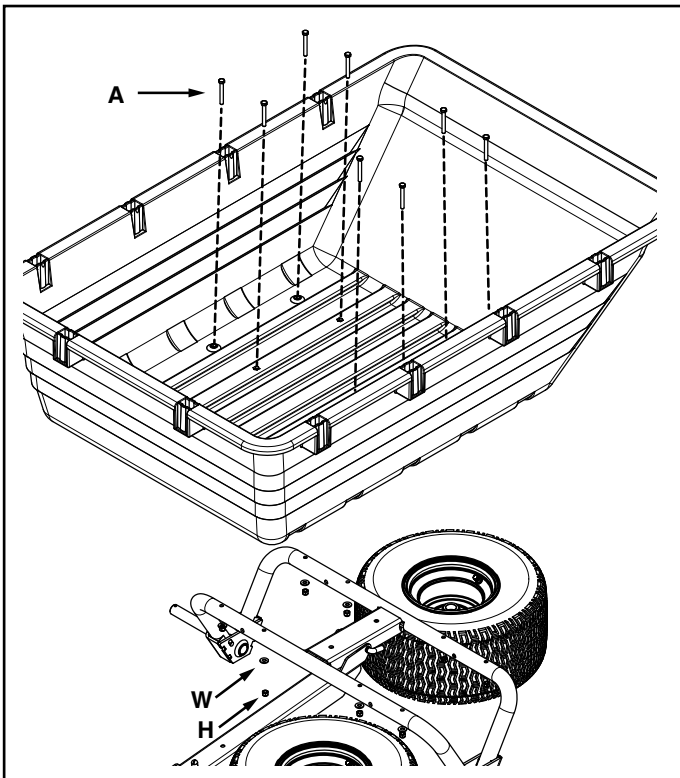
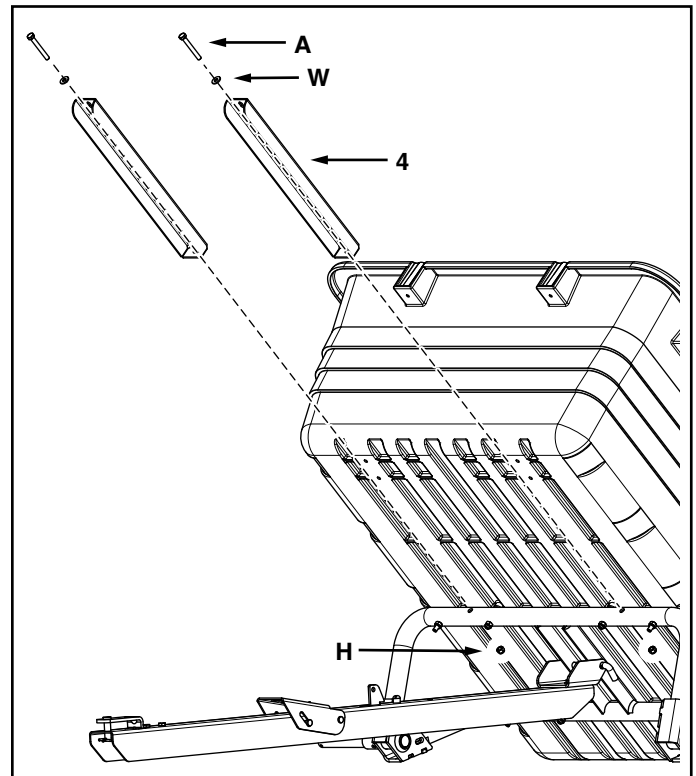

FIGURE 9
FIGURE 10
STEP 9: (SEE FIGURE 9)
1. Attach the poly tray to the wheel support using eight 5/16" x 2-1/2" hex bolts (A), 5/16" washers (W), and 5/16" nylock nuts (H).
STEP 10: (SEE FIGURE 10)
1. Position the poly tray as shown in figure 10. Attach the wheel support braces (4) to the wheel support using two 5/16" x 2-1/2" hex bolts (A), 5/16" washers (W), and 5/16" nylock nuts (H). Hand tighten.
ÉTAPE 9 : (VOIR FIGURE 9)
1. Attacher la benne en plastique au support de roues avec huit vis à tête hexagonale de 5/16 po x 2-1/2 po (A) des rondelles de 5/16 po (W) et des écrous-freins de 5/16 po (H).
ÉTAPE 10 : (VOIR FIGURE 10)
1. Placer la benne en plastique comme indiqué à la Figure 10. Attacher les renforts de support de roues (4) au support de roues avec deux vis à tête hexagonale de 5/16 po x 2-1/2 po (A), des rondelles de 5/16 po (W) et des écrous-freins de 5/16 po (H). Serrer à la main.